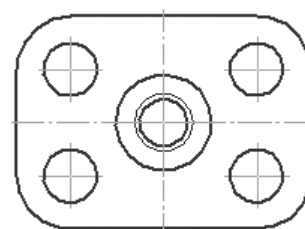

Рис. 74
3. Выполнить дополнительные построения окружностей диаметром  $\varnothing$ ,  $M$  и внутреннюю окружность отверстия (рис. 74).